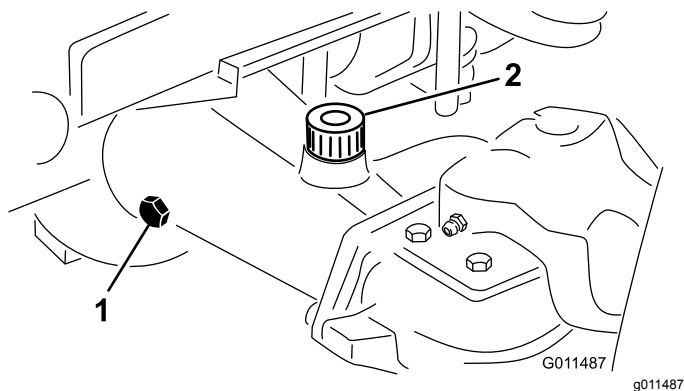

Figure 16
2. Enlevez un bouchon de contrôle à une extrémité du pont arrière (Figure 16) et vérifiez que le lubrifiant atteint la base de l'orifice. Si le niveau est trop bas, enlevez le bouchon de remplissage (Figure 16) et ajoutez une quantité suffisante de lubrifiant pour amener le niveau au bas des orifices de contrôle.